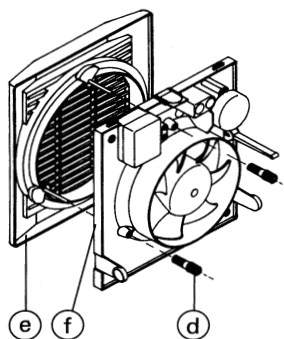

fig. 13
- Fig.13 / Рис.13 На наружной решетке (e) снимите резиновые фиксаторы (g) со шпилек (h).